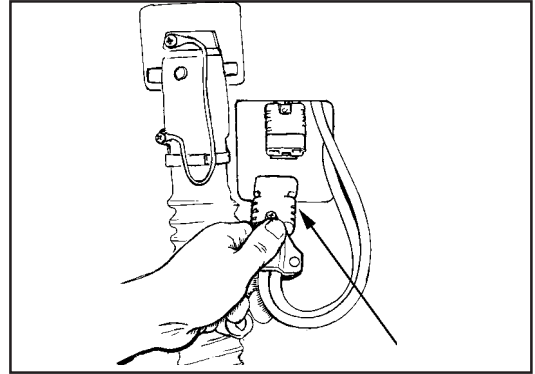

Abb. 14A
4. Trennen Sie die Verbindungsklemme der Batterieeinheit von der Verbindungsklemme des Kontrollgehäuses. Siehe Abb.14A.